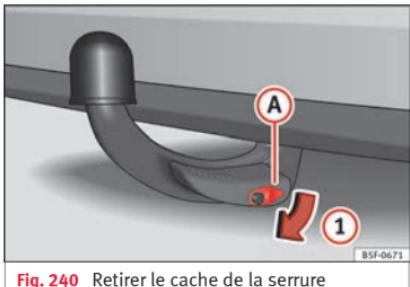

Fig. 240 Retirer le cache de la serrure
- Retirez le cache **A** de la serrure dans le sens de la flèche **1** » fig. 240.